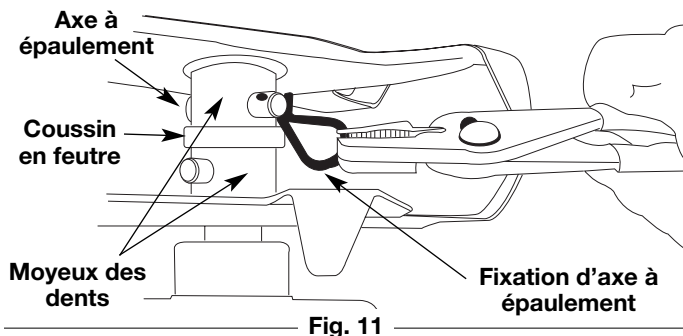

Fig. 11
4. Mettez le levier d'étrangleur bleu en **Position 1** (Fig. 11).
5. Pressez et relâchez la poire d'amorçage à 10 reprises, lentement. Une certaine quantité de **carburant devrait être visible dans la poire d'amorçage** et les conduites de carburant (Fig. 11). Si vous n'apercevez pas de carburant dans la poire, pressez et relâchez la poire autant de fois que nécessaire jusqu'à ce que vous aperceviez du carburant dans cette dernière.
1. Mettez la commande Marche/Arrêt Stop en position ARRÊT (O). Positionnez et déconnectez le câble de la bougie.
2. Retirez les axes à épaulement et leurs fixations (Fig. 11).